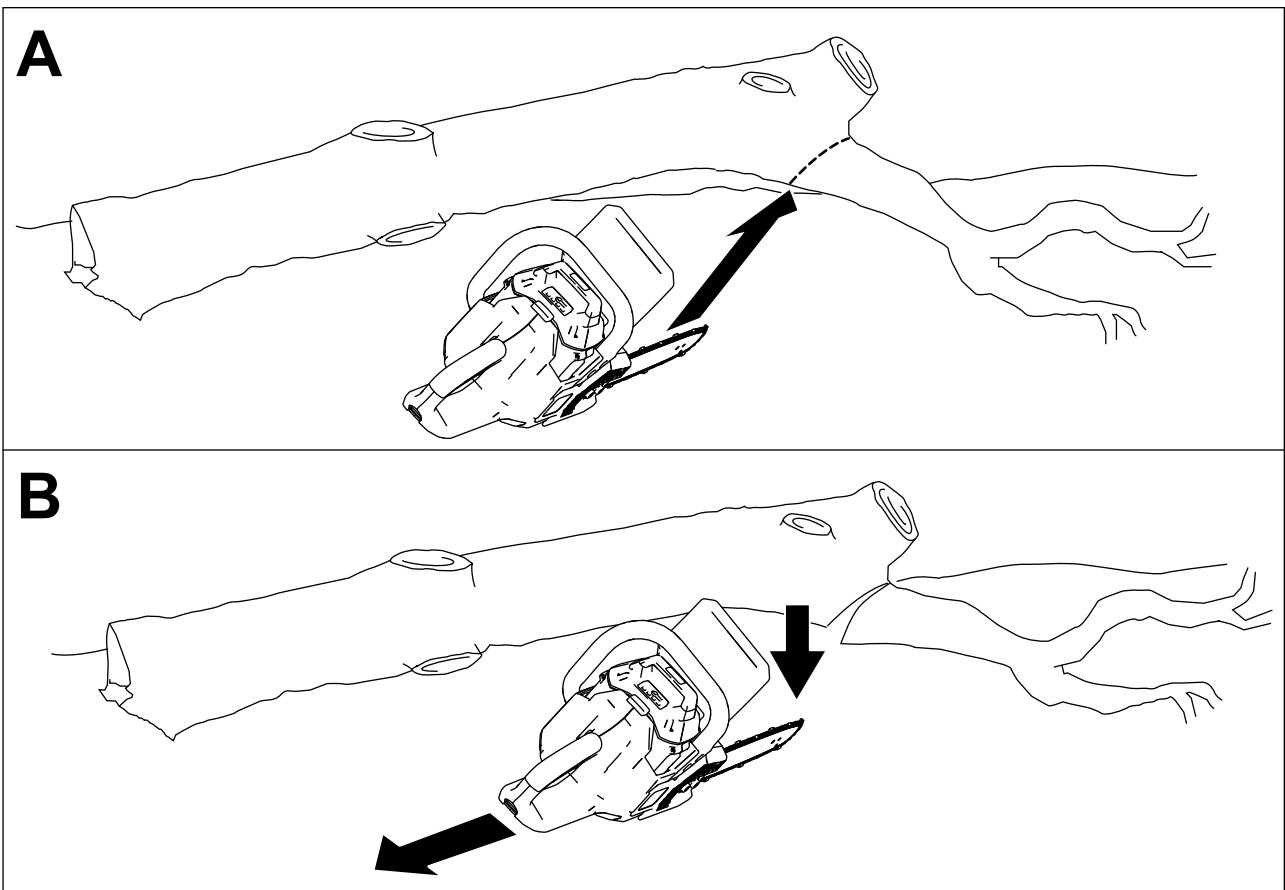

Figura 18
3. Tagliate i rami più grandi che sostengono il peso dell'albero, partendo dalla base a spostandovi verso la cima, di modo che i rami non intralcino la catena della sega (Figura 18).